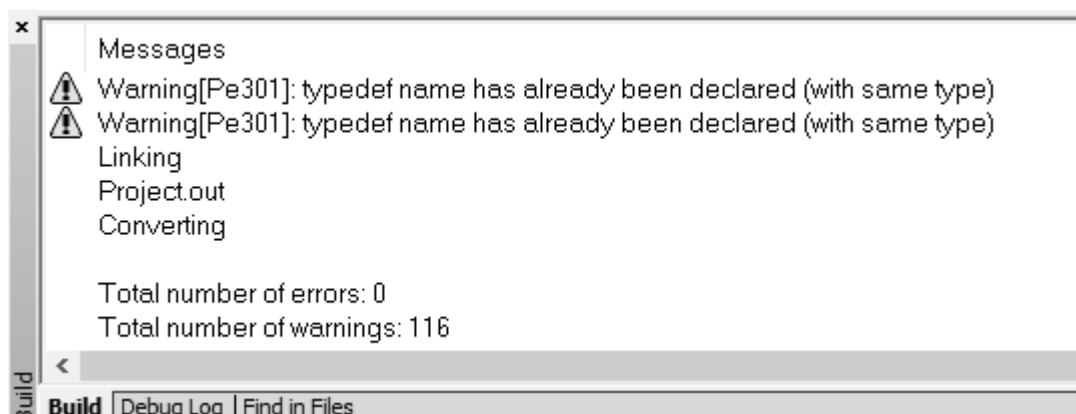

Рисунок 2.3 - Сообщения среды разработки
- Дождаться завершения сборки (сообщения среды разработки о завершении сборки без ошибок «Total number of errors: 0») (рисунок 2.3);